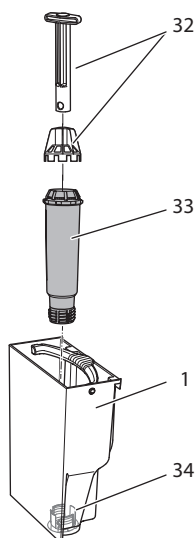

Рис. 19: Завинчивание и отвинчивание фильтра для воды
- Снимите фильтр для воды (см. Рис. 19 на стр. 284).
9. Вставьте новый фильтр в контейнер для воды (см. Рис. 19).
3. Извлеките фильтр для воды (см. Рис. 19).